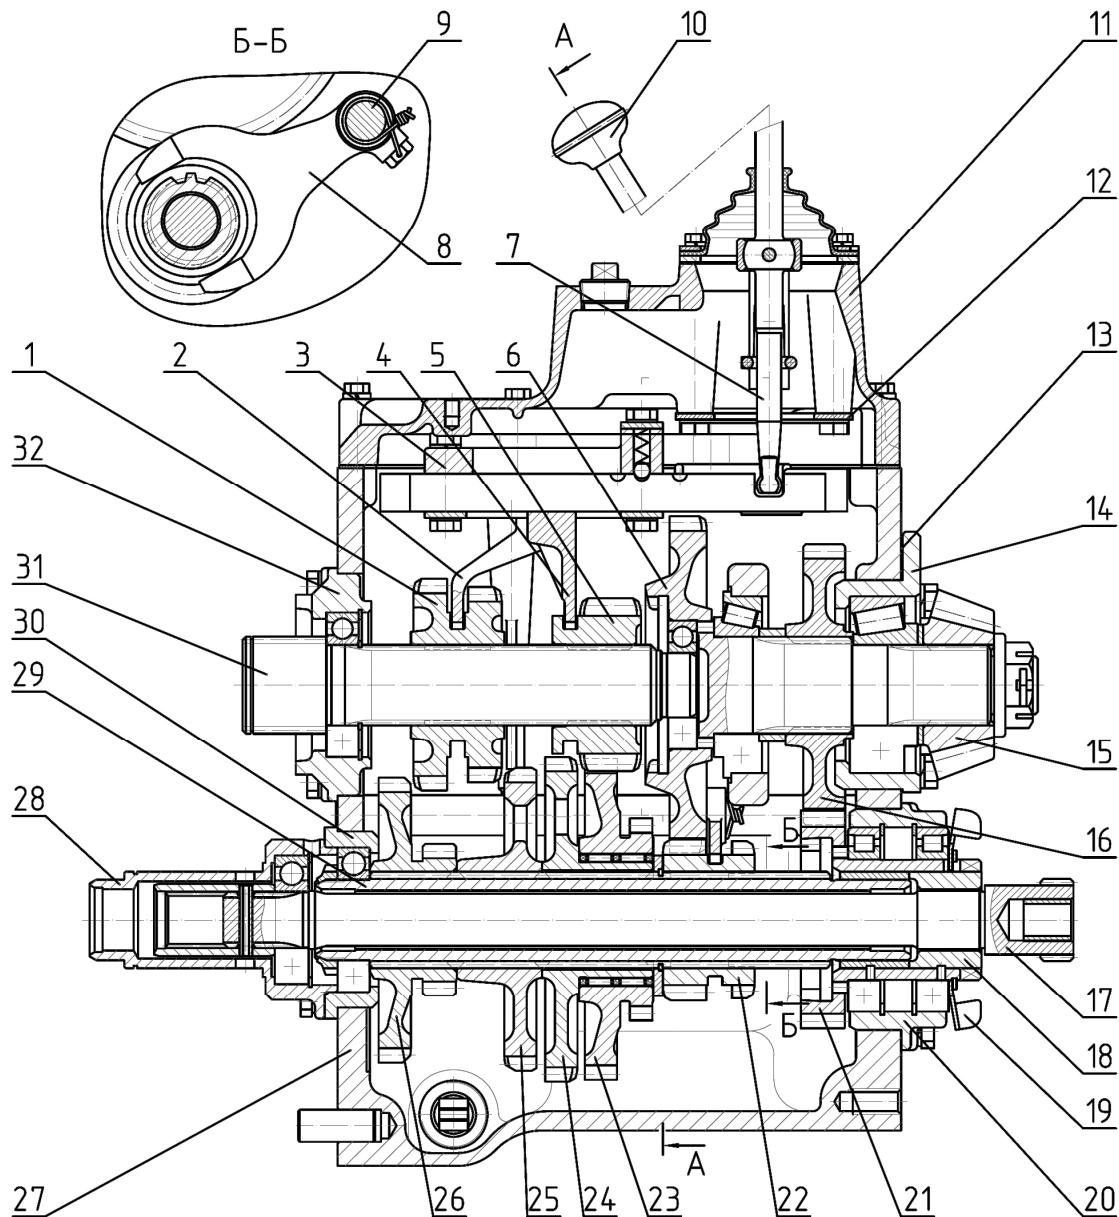
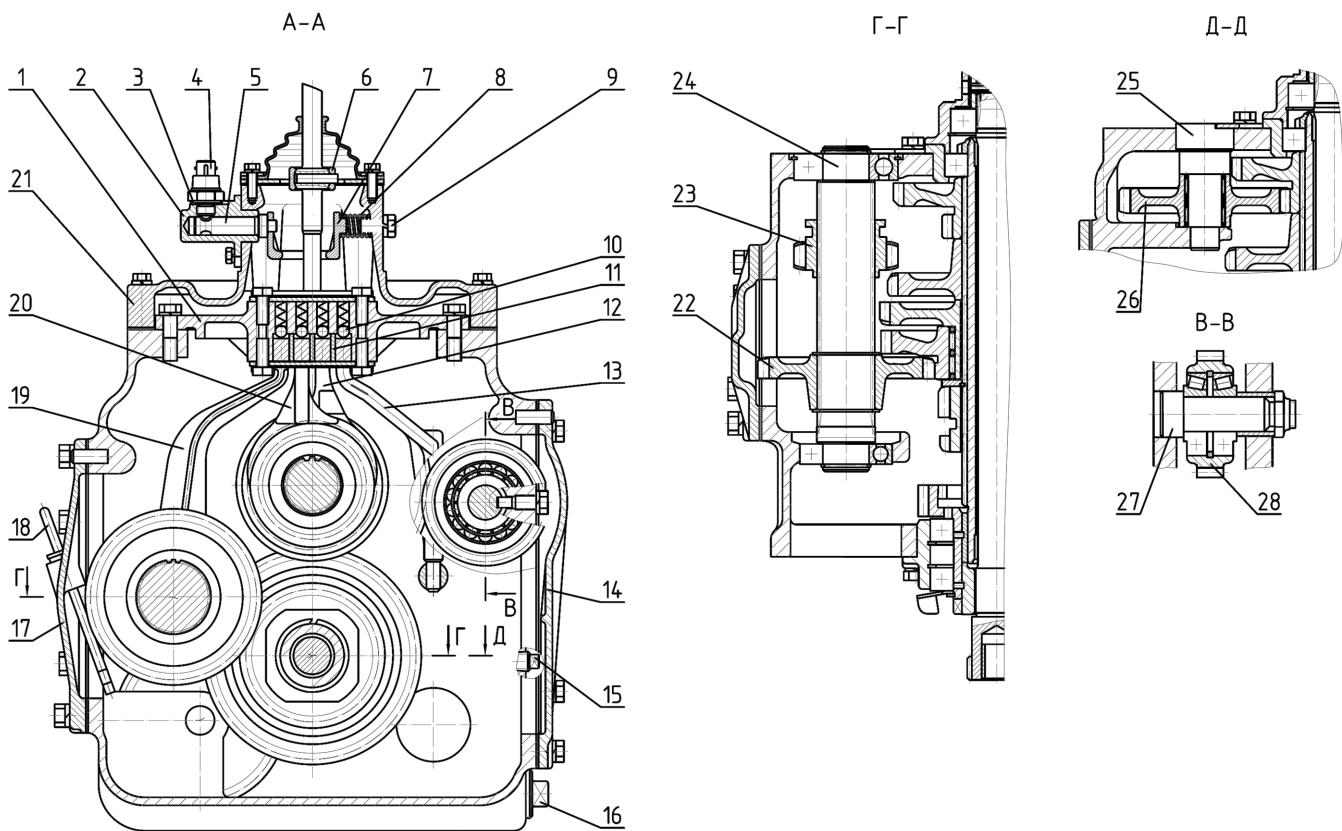

Рис. 1. Коробка передач трактора БЕЛАРУС-510/512 (9F/2R)
Рис. 2. Коробка передач трактора БЕЛАРУС-510/512 (9F/2R)
КП (рис. 1 и 2) состоит из узла механических передач и управления КП.
Узел механических передач КП состоит из расположенных в корпусе КП (27) (рис. 1)\* соосных между собой первичного (31) и вторичного (6) валов, а также параллельных им промежуточного вала (29) и вала 1-ой передачи и заднего хода (24) (рис. 2).
Первичный вал (31) (рис. 1) установлен на двух шарикоподшипниках, один из которых размещен в стакане (32) на передней стенке корпуса КП (27). Второй – в расточке вторичного вала (6). На первичном валу установлены двухвенцовальная ведущая шестерня 4-ой и 5-ой передач (1) и ведущая шестерня 3-ей и 6-ой передач (5) с возможностью скользить осевого перемещения по шлицам вала.
Опорами вторичного вала (6) (рис. 1) являются два конических роликоподшипника, один из которых расположен в расточке корпуса КП (27), а второй – в стакане (14), установленном в расточке задней стенки корпуса КП (27). Конструктивно вторичный вал выполнен за одно целое с ведомой шестерней I-ой ступени диапазонного редуктора. Зубчатый венец шестерни расположен консольно в передней части вторичного вала (6). Между опорами вторичного вала неподвижно на шлицах установлена ведомая шестерня II-ой ступени диапазонного редуктора (16), которая одновременно является и ведущей шестерней синхронного привода заднего ВОМ. На задней консоли вторичного вала неподвижно на шлицах установлена ведущая шестерня (15) главной передачи заднего моста (малая коническая шестерня).
На промежуточном валу (29) на шлицах неподвижно установлены двухвенцовальная ведомая шестерня 5-ой и 8-ой передач и передач заднего хода (26), ведомая шестерня 4-ой и 7-ой передач (25) и ведомая шестерня 3-ей и 6-ой передач (24), на ступице которой свободно вращается на игольчатом роликоподшипнике двухвенцовальная промежуточная шестерня (23), находящаяся в постоянном зацеплении с шестерней (22) (рис. 2), установленной на валу 1-ой передачи и передач заднего хода (24). На промежуточном валу (29) (рис. 1) с возможностью осевого перемещения установлена ведущая шестерня (22) I-ой ступени диапазонного редуктора.
Вал 1-ой передачи и заднего хода (24) (рис. 2) установлен на двух шарикоподшипниках, расположенных в расточках корпуса КП. В передней части вала (24) на шлицах установлена скользящая шестерня (23) пониженных передач и передач заднего хо-
да. Перемещение скользящей шестерни (23) назад до зацепления с шестерней (25) (рис. 1) позволяет получать пониженные передачи переднего хода, а перемещение вперед до зацепления с промежуточной шестерней заднего хода (26) (рис. 2) – передачи заднего хода. Промежуточная шестерня заднего хода (26) установлена на оси (25) и свободно вращается на ней на игольчатом роликоподшипнике. Шестерня (26) находится в постоянном зацеплении с меньшим зубчатым венцом двухвенцовой шестерни (26) (рис. 1).
В задней части вала (24) (рис. 2) на его шлицах установлена неподвижно ведомая шестерня пониженных передач и заднего хода (22), которая находится в постоянном зацеплении с меньшим зубчатым венцом шестерни (23) (рис. 1) промежуточного вала (29).
С правой стороны КП тракторов с приводом ПВМ в расточках корпуса КП установлена ось (27), на которой на двух конических роликоподшипниках свободно вращается шестерня привода ПВМ (28). Отбор силового потока на ПВМ осуществляется от ведомой шестерни I-ой ступени диапазонного редуктора (6) (рис. 1), с которой шестерня (28) (рис. 2) находится в постоянном зацеплении.
На передней стенке корпуса КП (27) (рис. 1), соосно промежуточному валу (29), установлено гнездо (28), внутри которого размещен передний подшипник внутреннего вала (17).
Справа и слева на корпусе КП имеются окна (рис. 2). Левое окно закрыто крышкой (17), в которой имеется масломерный щуп (18) для контроля уровня масла. У тракторов без привода ПВМ правое окно закрыто крышкой (14), а у тракторов с приводом ПВМ крышка (14) демонтирована, а окно закрыто корпусом раздаточной коробкой привода ПВМ (см. раздел ).
Управление КП состоит из корпуса вилок (3) (рис. 1) и крышки управления КП (11), которые устанавливаются на верхнюю плоскость корпуса КП (27) и крепятся к ней болтами.
Корпус вилок (3) (рис. 1) состоит из вилки 1-ой передачи и заднего хода (19) (рис. 2), вилки 3-ей и 6-ой передач (20), вилки 4-ой и 5-ой передач (12) и поводка диапазонного редуктора (13), положки которых установлены в пазу корпуса (1) и имеют возможность перемещения вдоль паза. На верхних плоскостях положков имеются поперечные лунки, в которые входят подпружиненные шарики фиксаторов (10), обеспечивающие фиксацию положков вилок и положка редуктора в требуемых положениях, а также препятствуют самовыключению передач под нагрузкой.
Поводок (13) связан с валиком (9) (рис. 1), на котором закреплена вилка (8), перемещающая ведущую шестерню I-ой ступени диапазонного редуктора (22).
Положки вилок и диапазонного редуктора разделены друг с другом тремя замковыми планками (11) (рис. 2). Планки (11) установлены в корпусе (1) неподвижно и исключают одновременное перемещение рычагом передач (7) (рис. 1) нескольких положков. При включении передачи замковые планки (11) (рис. 2) “запирают” рычага передач (7) (рис. 1) в пазу положка вилки включенной передачи.
Крышка управления КП (11) состоит из крышки (21) (рис. 2), на верхней плоскости которой при помощи болтов крепится шаровая опора (6) рычага передач (7) (рис. 1). При своем качании рычаг передач (7) непосредственно воздействует на положки в корпусе вилок (3), вызывая их перемещение и, соответственно, включение или выключение выбранной передачи или диапазона в КП.
Конструкция КП обеспечивает блокировку запуска дизеля при включенной передаче в КПП. Справа на крышке (21) (рис. 2) установлен корпус (2), крепящийся к ней при помощи болтов. В корпусе (2) расположена ось (5) подпружиненной качающейся рамки (7). Кольцевое отверстие рамки (7) охватывает рычаг передач (7) (рис. 1). При этом качание рычага (7) приводит к соответствующему перемещению рамки (7) (рис. 2), лыска оси (5) которой воздействует на датчик блокировки запуска дизеля (4), установленный в резьбовом отверстии корпуса (2).
Конструкцией КП 9F/2R предусмотрены 4-е передачи переднего хода и одна передача заднего хода, включение каждой из которых возможно на обеих ступенях диапазонного редуктора, и одна прямая передача переднего хода, при включении которой первичный (31) (рис. 1) и вторичный (6) валы жестко соединяются ведущей шестерней 3-ей и 6-ой передач (5), выполняющей при этом роль зубчатой муфты.
Для выбора и включения диапазона редуктора оператор перемещает рычаг переключения передач (7) (рис. 1) из нейтрального положения в положение диапазонного редуктора (рис. 3). Далее, для включения I-ой ступени редуктора, оператор перемещает рычаг управления КП (7) (рис. 1) назад (рис. 3). При этом рычаг передач (7) (рис. 1), воздействуя на полозок редуктора (13) (рис. 2), перемещает его и связанный с ним валик (9) (рис. 1) с вилкой (8) вперед. Управляемая вилкой (8) ведущая шестерня I-ой ступени редуктора (22) перемещается по шлицам промежуточного вала (29) и входит в зацепление с ведомой шестерней (6) I-ой ступени диапазонного редуктора.
Для включения II-ой ступени редуктора, оператор перемещает рычаг управления КП (7) (рис. 1) в положении диапазонного редуктора вперед (рис. 3). При этом рычаг (7) (рис. 1), воздействуя на поводок редуктора (13) (рис. 2), перемещает его и связанный с ним валик (9) (рис. 1) с вилкой (8) назад. Управляемая вилкой (8) ведущая шестерня I-ой ступени редуктора (22) перемещается по шлицам промежуточного вала (29) и входит в зацепление с внутренним зубчатым венцом ведущей шестерни II-ой ступени диапазонного редуктора (21), соединяя ее с промежуточным валом (29). Шестерня (21) находится в постоянном зацеплении с ведомой шестерней II-ой ступени диапазонного редуктора (16).
В диапазонном редукторе КП отсутствует нейтральное положение ведущей шестерни I-ой ступени редуктора (22) (рис. 1), в связи с этим в диапазонном редукторе всегда включена или I-ая или II-ая ступень.
Для включения 1-ой или 2-ой передачи переднего или заднего хода оператор перемещает рычаг управления КП (7) (рис. 1) в крайнее левое положение (рис. 3) – положение пониженных передач и передач заднего хода. Далее, для включения 1-ой или 2-ой передачи переднего хода оператор перемещает рычаг управления КП (7) (рис. 1) вперед (рис. 3). При этом рычаг передач (7) (рис. 1), воздействуя на полозок вилки 1-ой передачи и передачи заднего хода, перемещает вилку (19) (рис. 2) назад. Управляемая вилкой (19) скользящая шестерня 1-ой передачи и заднего хода (23) входит в зацепление с ведомой шестерней 4-ой и 7-ой передач (25) (рис. 1), и силовой поток в КП передается на промежуточный вал (29) КП через шестерни (5), (23), (22) (рис. 2), (23) и (25)
(рис. 1).
Для включения 1-ой или 2-ой передачи заднего хода оператор перемещает рычаг управления КП (7) (рис. 1) в положении пониженных передач и передач заднего хода назад (рис. 3). При этом рычаг передач (7) (рис. 1), воздействуя на полозок вилки 1-ой передачи и передачи заднего хода, перемещает вилку (19) (рис. 2) вперед. Управляемая вилкой (19) скользящая шестерня 1-ой передачи и заднего хода (23) входит в зацепление с промежуточной шестерней заднего хода (26), находящейся в постоянном зацеплении с меньшим зубчатым венцом двухвенцовой шестерни 5-ой и 8-ой передач (26) (рис. 1). На заднем ходу силовой поток в КП передается на промежуточный вал (29) КП через шестерни (5), (23), (22) (рис. 2), (23), (26) и (26) (рис. 1).
Для включения 3-ей и 6-ой или 9-ой (прямой) передач оператор перемещает рычаг управления КП (7) (рис. 1) в положение этих передач (рис. 3). Далее, для включения 3-ей (6-ой) передачи оператор перемещает рычаг управления КП (7) (рис. 1) в положении указанных передач назад (рис. 3). При этом рычаг передач (7) (рис. 1), воздействуя на полозок вилки 3-ей и 6-ой передач, перемещает вилку (20) (рис. 2) вперед. Управляемая вилкой (20) скользящая шестерня 3-ей и 6-ой передач (5) (рис. 1) входит в зацепление с ведомой шестерней 3-ей и 6-ой передач (24). Посредством образованного зацепления силовой поток передается на промежуточный вал (29) КП.
Для включения 9-ой (прямой) передачи оператор перемещает рычаг управления КП (7) (рис. 1) из положения 3-ей (6-ой) и 9-ой (прямой) передач вперед (рис. 3). При этом рычаг передач (7) (рис. 1), воздействуя на полозок вилки 3-ей и 6-ой передач, перемещает вилку (20) (рис. 2) назад. Управляемая вилкой (20) скользящая шестерня 3-ей и 6-ой передач (5) (рис. 1) входит в зацепление с внутренним зубчатым венцом вторичного вала (6), жестко соединяя первичный (31) и вторичный (6) валы.
Включение 9-ой (прямой) передачи следует выполнять при включенной II-ой ступени диапазонного редуктора (рис. 3). Это позволит избежать повышенного уровня шума в КП, так как на II-ой ступени редуктора частота холостого вращения промежуточного вала (29) (рис. 1) ниже, чем на I-ой ступени.
Для включения 4-ой (7-ой) или 5-ой (8-ой) передач оператор перемещает рычаг управления КП (7) (рис. 1) в положение этих передач (рис. 3). Далее, для включения 4-ой или 7-ой передачи оператор перемещает рычаг управления КП (7) (рис. 1) в положении указанных передач вперед. При этом рычаг передач (7), воздействуя на полозок вилки 4-ой и 5-ой передач, перемещает вилку (12) (рис. 2) и управляемый ею блок ведущих шестерен 4-ой и 5-ой передач (1) (рис. 1) назад. Меньший зубчатый венец блока (1) входит в зацепление с ведомой шестерней 4-ой и 7-ой передач (25). Посредством образованного зацепления силовой поток от первичного вала (31) передается на промежуточный вал (29) КП.
Для включения 5-ой или 8-ой передачи оператор перемещает рычаг управления КП (7) (рис. 1) в положении указанных передач назад (рис. 3). При этом рычаг передач (7) (рис. 1), воздействуя на полозок вилки 4-ой и 5-ой передач, перемещает вилку (12) (рис. 2) и управляемый ею блок ведущих шестерен 4-ой и 5-ой передач (1) (рис. 1) вперед. Большой зубчатый венец блока (1) входит в зацепление с ведомой шестерней 5-ой и 8-ой передач (26). Посредством образованного зацепления силовой поток от первичного вала (31) передается на промежуточный вал (29) КП.